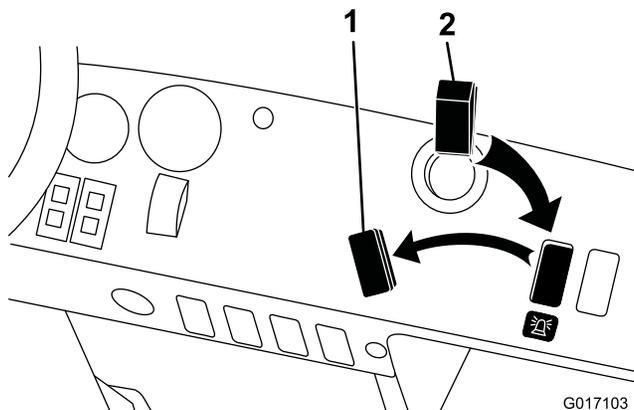

Figura 1
1. Rimuovete il tappo dal foro di montaggio dell'interruttore sul cruscotto (Figura 1).
3. Inserite l'interruttore della lampada di segnalazione nel foro sul cruscotto (Figura 1).